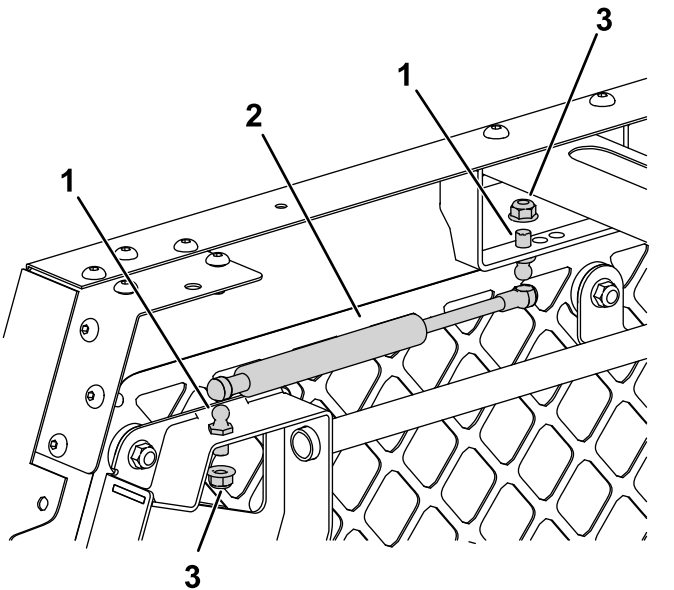

Bild 14
2. Verwenden Sie zwei Kugelbolzen und zwei Bundmuttern (5/16") auf jeder Seite, um die Federn an den Türkäfigen und den vordersten Löchern der Stützhalterung zu befestigen (Bild 14).